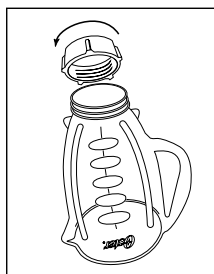

FIGURE 4
4. Poser l'anneau de serrage fileté par dessus la lame et l'ouverture du récipient, et le resserrer en le faisant tourner dans le sens des aiguilles d'une montre (Figure 4).